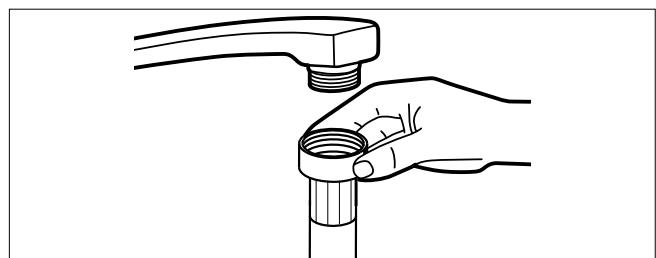

Fig. 9 – Conexión de la manguera de agua
- ▶ Conecte la manguera de entrada de agua (22) a un grifo de agua fría de rosca 3/4" (véase Fig. 9).